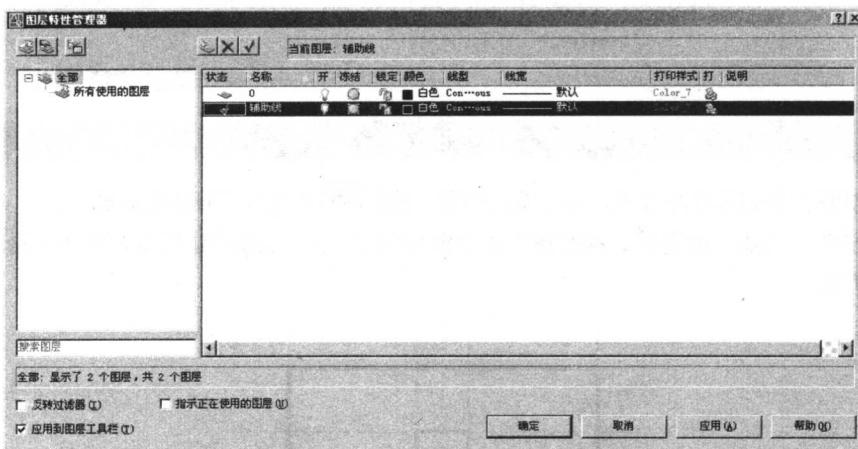

图 1-21 新建“辅助线”图层
(1) 在“图层”工具栏单击“图层特性管理器”按钮，则系统在弹出的“图层特性管理器”对话框中单击“新建图层”按钮，参照图 1-21 新建图层“辅助线”，一切设置采用默认设置；然后在“状态”栏对应处双击新建的图层，使得当前图层是“辅助线”，当前图层标记为；单击“确定”按钮。